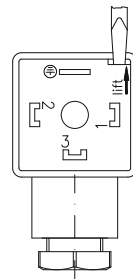

Abb. 5.2.2
- ↪ Öffnen Sie das Innenteil ⑧ der Leitungsdose ② mit einem Schraubendreher oder einem ähnlichen Werkzeug (→ Abb. 5.2.2).